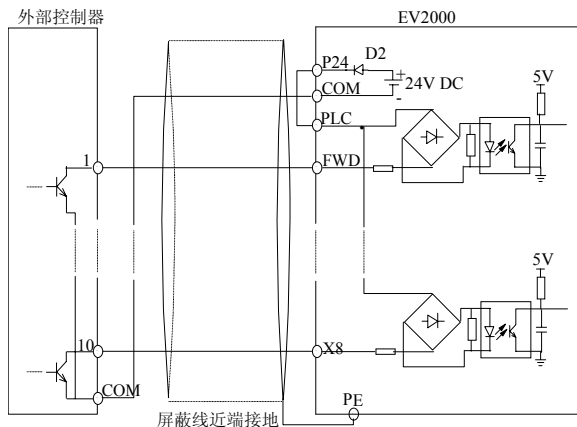

图3-24 使用变频器内部+24V电源的源极连接方式
②使用外部电源，接线方式如图3-24。（注意去除PLC与P24端子间的连接线）
①使用变频器内部+24V电源，外部控制器为NPN型的共发射极输出的连接方式，如图3-24所示。